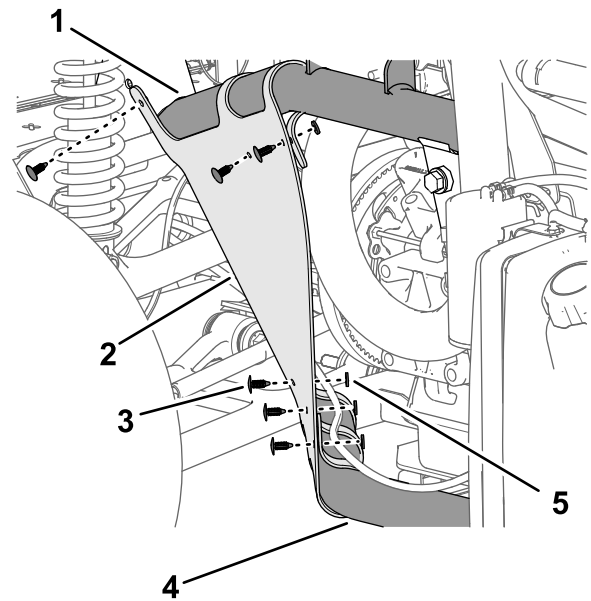

Figura 216
- Sujete el panel interior del guardabarros a los tubos del bastidor con las 6 grapas (Figura 216).
- Alinee los orificios del guardabarros con los orificios del bastidor de la máquina, según se muestra en Figura 216.